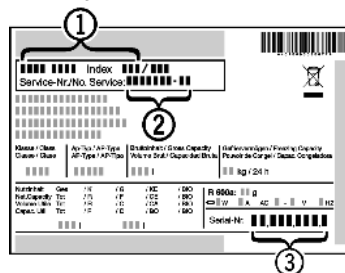

Fig. 32
- ▶ Odczytać z tabliczki znamionowej oznaczenie urządzenia Fig. 32 (1), nr serwisowy Fig. 32 (2) oraz numer seryjny Fig. 32 (3). Tabliczka znamionowa znajduje się po lewej stronie wewnątrz urządzenia.